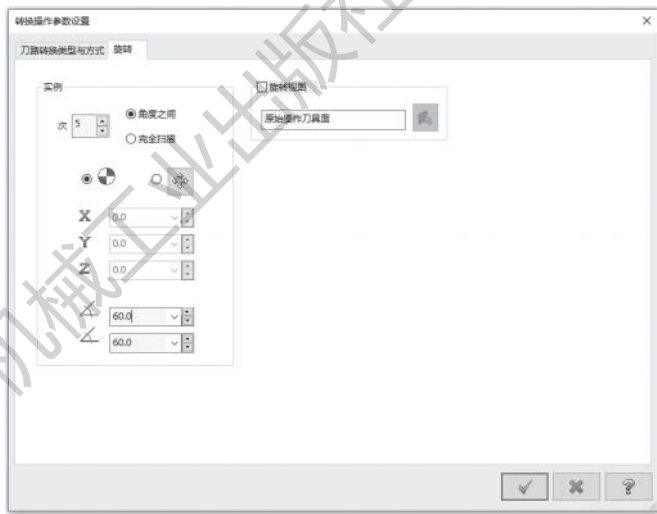

图 8-52 旋转设置
3) 打开【旋转】选项卡，设置【旋转的基准点】为【原点】，设置【次】为5.0，【起始角度】为60°，【旋转角度】为60°，其他参数的设置如图8-52所示。